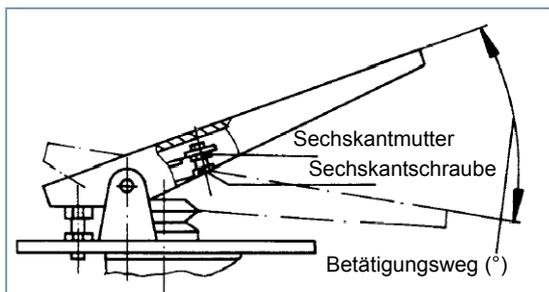

Abb. 5 Trittplatte
- Sechskantmutter lösen (siehe Abb. 5).
- Sechskantschraube bis an die Trittplatte einschrauben und mit Sechskantmutter (M = 4 Nm) kontern (siehe Abb. 5).